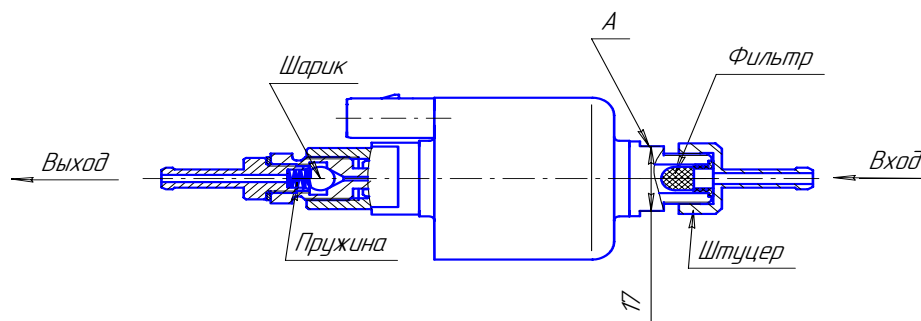

Рис.4 – Топливный насос
1) демонтировать топливный насос с автомобиля. Зафиксировав ключом (ключ на 17 мм) от поворота за поверхность А, отвернуть штуцер и снять фильтр (см. рис.4, запрещается фиксация топливного насоса за другие поверхности при отворачивании и наворачивании штуцера);